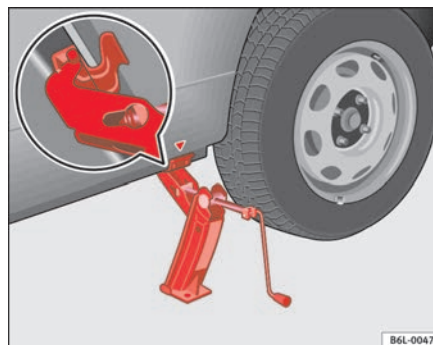

Abb. 138 Wagenheber
- Richten Sie den Wagenheber so aus, dass seine Klaue den Steg des Unterholms umfasst und die bewegliche Grundplatte plan auf dem Boden aufliegt ⇒ Seite 221, Abb. 138.